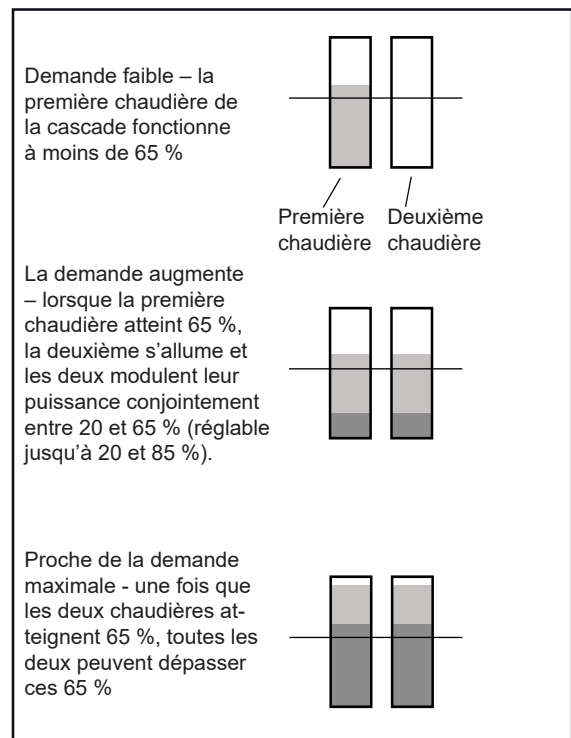

Figure 39. Cascade (Lead Lag), 2 chaudières
- Si la demande de chauffe augmente de telle sorte que l'allure de chauffe de cette première chaudière atteint la valeur de la charge de base (Base Load Value) configurée (voir Figure 39 ou Figure 41), la chaudière suivante de la chaîne s'allume et fonctionne à une allure de 20 à 35 % (selon les réglages du contrôleur). Ensuite, les chaudières de la chaîne modulent leur chauffe (+ ou -) de façon coordonnée en réaction aux variations de la demande.